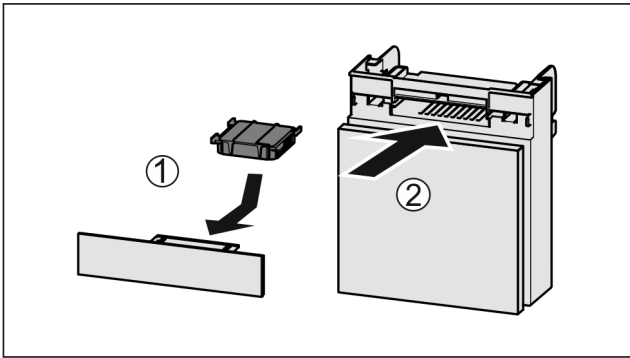

Fig. 83
- ▶ Wkładać Fig. 83 (1) filtr z węglem aktywnym zgodnie z ilustracją.
- ▶ Wsunąć komorę Fig. 83 (2).